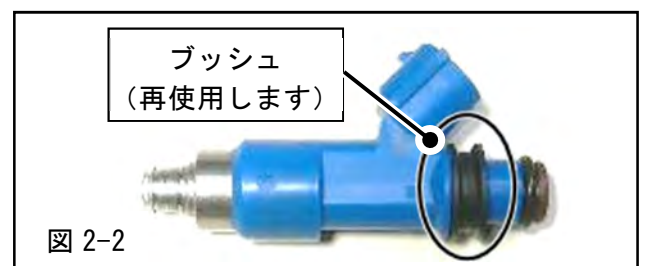

図 2-2
- (4) インジェクターからデリバリーパイプ側のブッシュを取外す。(図 2-2)